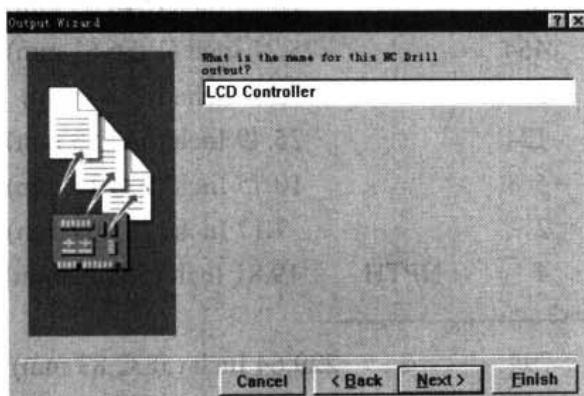

图 18-11 输入 NC 报表名称 LCD Controller
(5) 单击 Next 按钮，系统弹出如图 18-11 所示的对话框，在对话框中可输入将产生的 NC 钻孔文件名称。